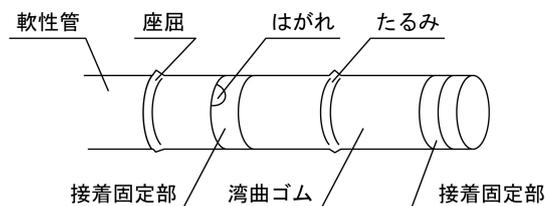

図1
- 2.挿入部を軽く手で握り、手元側から先端に向かい全長を手で滑らせ、その患者に対する経鼻的挿入、引き抜き時の妨げとなる引っ掛かりがないことを確認すること。特に、軟性管の座屈、湾曲ゴム接着固定部のはがれ、湾曲ゴムのたるみなどによる引っ掛かり、出っ張りには注意すること（図1参照）。